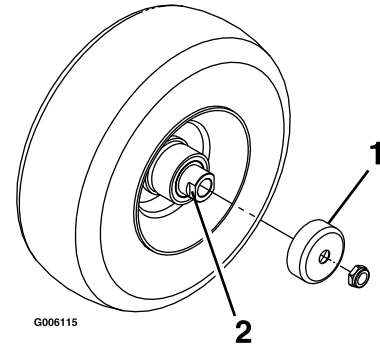

Figura 33
4. Retire los protectores de los retenes del buje de la rueda (Figura 33).
2. Si va a cambiar el filtro interno, deslícelo cuidadosamente en el cuerpo del filtro (Figura 33).
3. Deslice cuidadosamente el filtro primario por encima del filtro de seguridad (Figura 33).
4. Instale la tapa del limpiador de aire y fije los cierres (Figura 33).